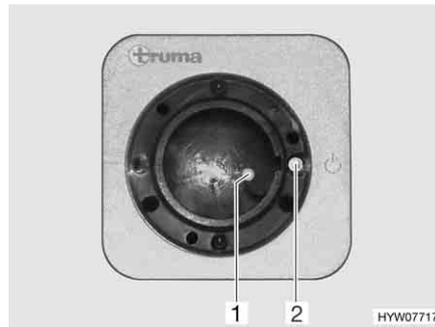
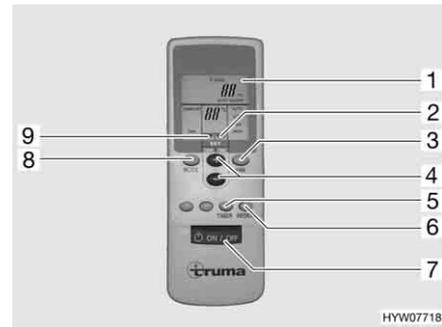

Fig. 149 Ricevitore
Fig. 150 Telecomando
- Accendere il telecomando con l'interruttore (Fig. 150,7). La spia verde di controllo (Fig. 149,1) indica la modalità di raffreddamento.
- Impostare la modalità di funzionamento desiderata con il tasto (Fig. 150,8).
- In caso di necessità, impostare con i tasti (Fig. 150,3 e 4) la potenza della ventola desiderata e la temperatura dell'ambiente. La freccia (Fig. 150,9) indica la modalità di regolazione selezionata.
- ▷ Sul ricevitore si trova un ulteriore interruttore a tasto (Fig. 149,2) con il quale è possibile spegnere e accendere l'impianto di climatizzazione anche senza il telecomando. Quando l'impianto di climatizzazione viene acceso mediante questo interruttore a tasto, viene selezionata automaticamente l'ultima modalità di funzionamento impostata con il telecomando.
- Per spegnere, premere nuovamente il tasto (Fig. 150,7) al telecomando.
- Per programmare l'impianto di climatizzazione, accendere con il tasto (Fig. 150,7) sul telecomando.
- Con i tasti (Fig. 150,8, 3 e 4), impostare la modalità di funzionamento e la temperatura dell'ambiente desiderate.
- Selezionare la funzione desiderata (Fig. 150,1) con il tasto (Fig. 150,5):
- Selezionare il tempo di commutazione desiderato (da 1 a 15 ore) con il tasto (Fig. 150,4). La freccia (Fig. 150,2) lampeggia e indica la modalità di regolazione.
- ▷ Con il tasto (Fig. 150,6) le impostazioni del telecomando vengono ripetutamente inviate al ricevitore.